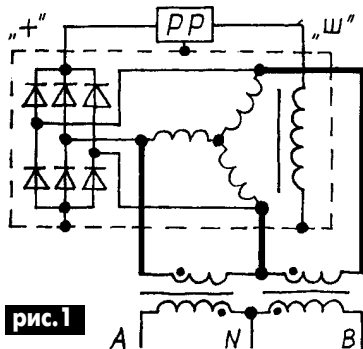

рис.1
1. К автомобильным генераторам переменного тока можно подключать не только 1 или 3 повышающих трансформатора [1], но и два (рис.1). Жирными линиями обозначены провода доработки генератора. РР - реле-регулятор.